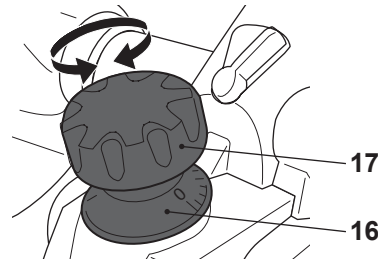

Fig. 5
Ajuste la profundidad de cepillado al valor deseado girando el botón de ajuste de la profundidad de corte (17). La profundidad puede ser ajustada entre 0 y 3 mm. El número en la escala (16) junto al indicador muestra la profundidad de corte en divisiones de 0,1 mm (fig. 5).